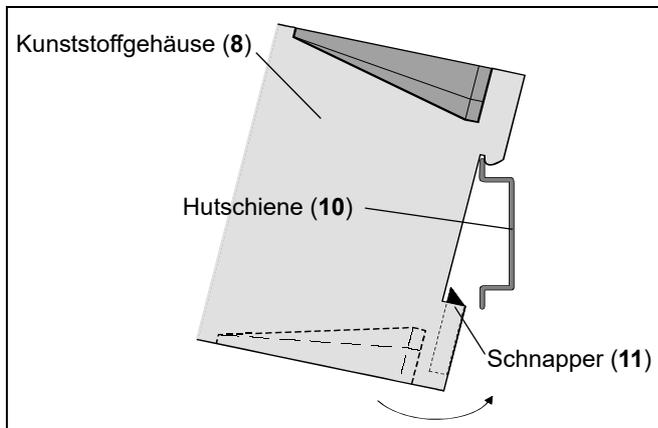

Abb. 5-1: Hutschienenmontage
2. Setzen Sie das Gerät zuerst mit der Montagekante auf die Hutschiene (10) (EN 50 022) und drücken Sie es dann auf die Hutschiene (10), bis der Schnapper (11) einrastet (s. Abb. 5-1).